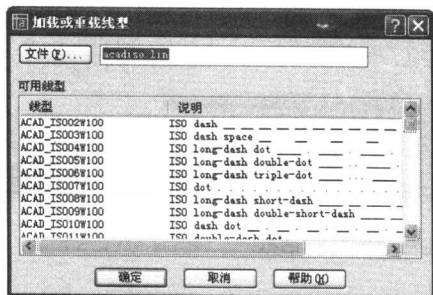

图 4-6 加载新线型
(5) 在“选择线型”对话框中，单击“加载”按钮，系统打开“加载或重载线型”对话框，选择 CENTER 线型，如图 4-6 所示，点“确定”按钮。